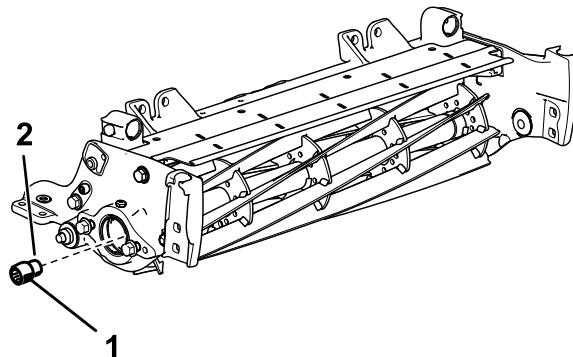

Bild 3
5. Entfernen Sie mit dem Werkzeug für die Spindelantriebswelle (TOR4112 für 12,7-cm-Spindeln und TOR4074 für 17,8-cm-Spindeln) den vorhandenen Keileinsatz von beiden Enden der Spindelantriebswelle. Siehe Bild 3.